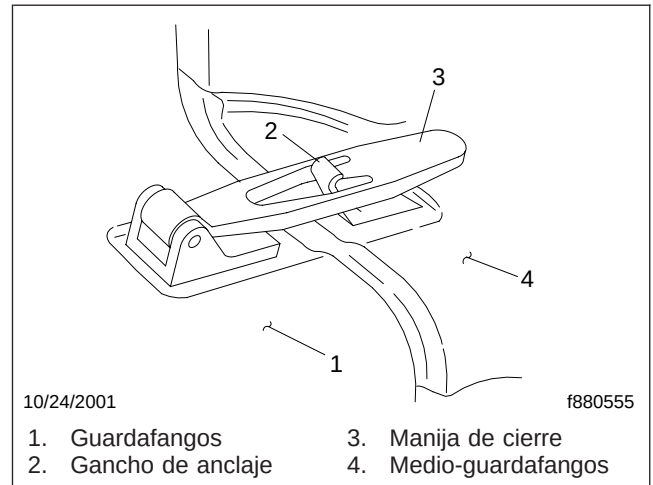

Figura 2.10, Cierre de anclaje del capó
2. Suelte ambos cierres de anclaje del capó tirando hacia fuera de los extremos. Vea la Figura 2.10.